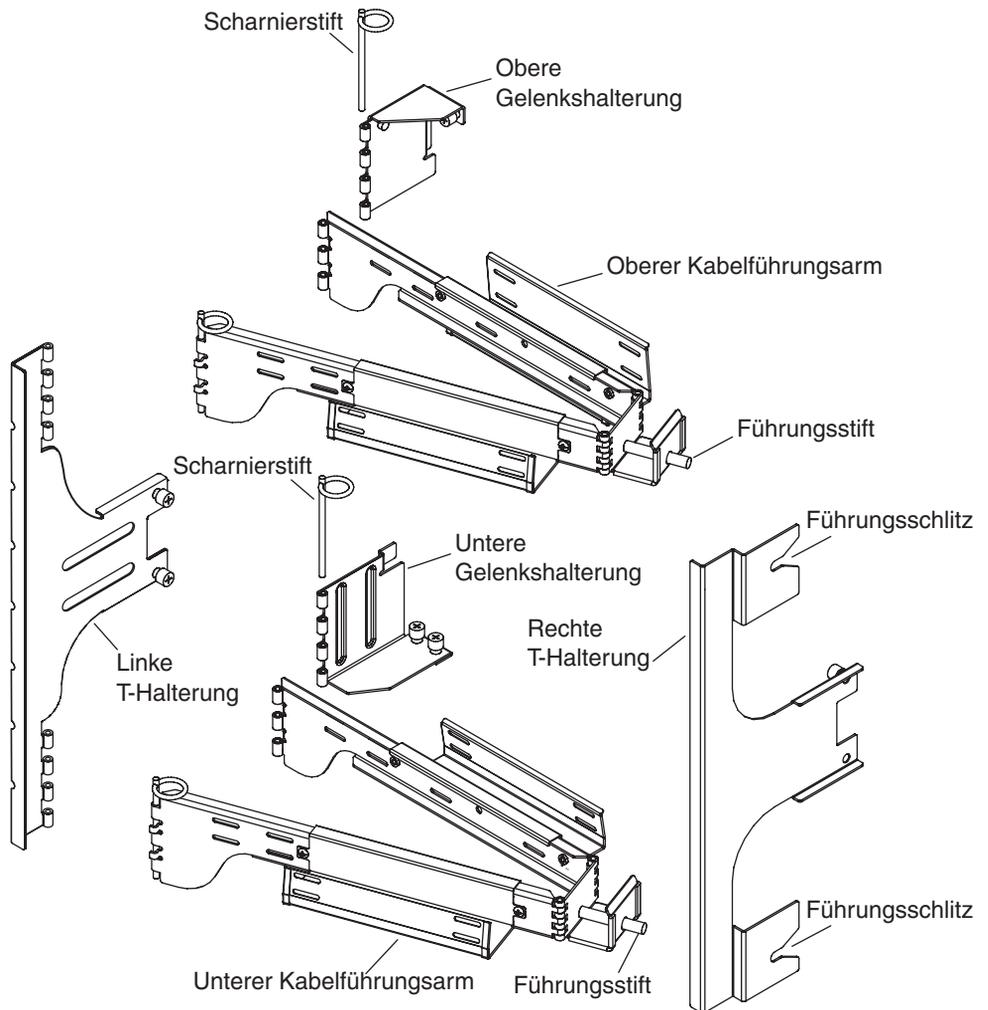

ABBILDUNG 1-17 Obere/untere Kabelführungsarme und linke/rechte T-Halterungen
1. **ABBILDUNG 1-17** zeigt die Teile des Kabelführungsarms, die in den folgenden Verfahren genannt werden.